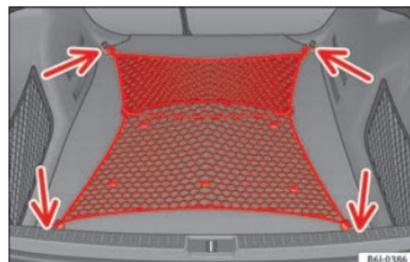

Abb. 158 Ausgespanntes Gepäcknetz.
- Das Gepäcknetz an den vier Verzurrösen befestigen » » **Abb. 158** (Pfeile).